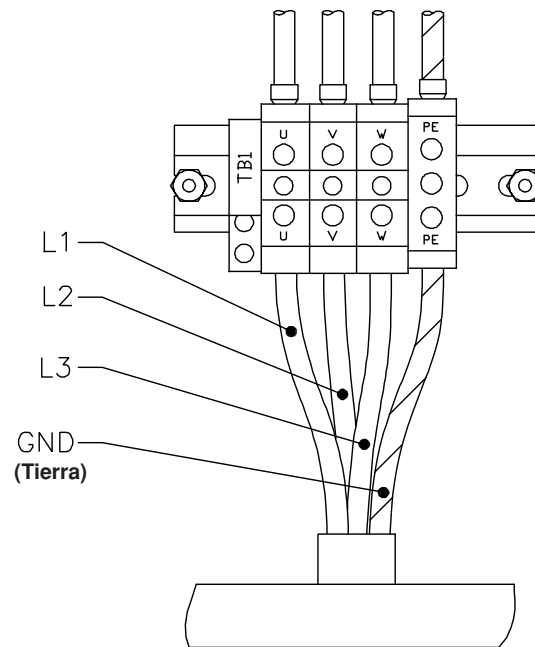

Figura a-3 Conexiones del cable de alimentación a TB1
4. Conecte los hilos L1 a U, L2 a V, y L3 a W, terminales de TB1 (Fig. a-3). Asegúrese de que todas las conexiones estén apretadas para evitar calentamiento excesivo.
5. Conecte el cable de tierra a la terminal marcada PE en TB1 (Fig. a-3).